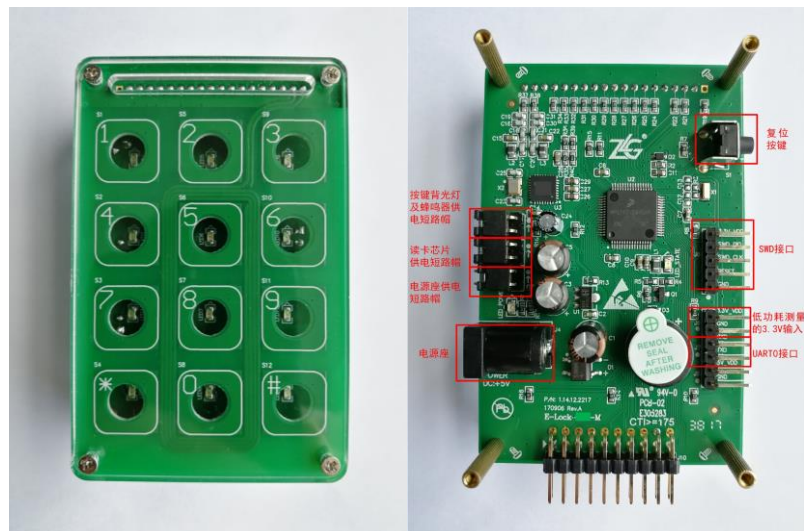

图 2.1 实物图
1. E-Lock Demo 板：实物图如图 2.1 所示；